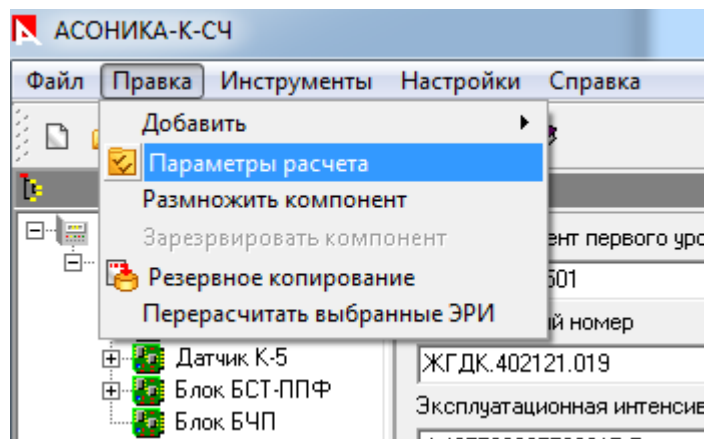

Рис. 3.6. Меню «Параметры расчета»
- В появившемся меню (см. рис. 3.6) выберите пункт «Параметры расчета».